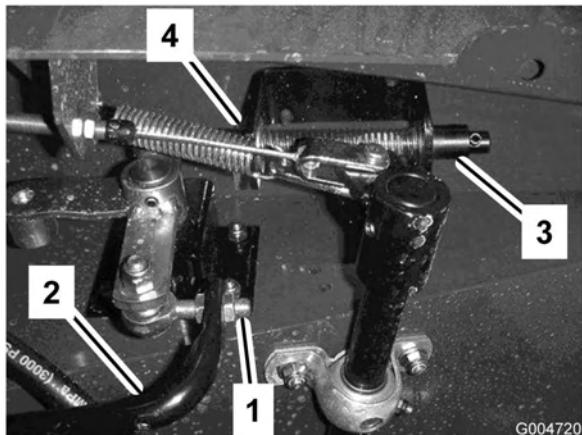

Figure 68
3. Desserrez les écrous de blocage à l'extrémité de la barre et réglez la longueur de la barre de déplacement (Figure 68) pour que la pédale touche la butée quand le levier de pompe arrive au bout de sa course. Resserrez les écrous de blocage.
3. Remplissez le réservoir (Figure 68) d'environ 30 l d'huile hydraulique (voir Contrôle du niveau de liquide hydraulique).